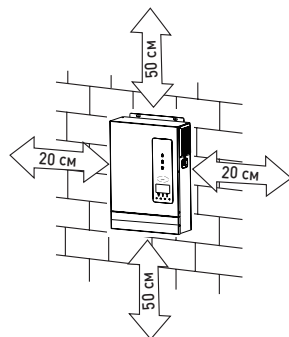

Рис. 6
- переконайтеся, що інші об'єкти та поверхні віддалені від пристрою на відстані, показані на Рис. 6 (це необхідно для відведення тепла та для прокладання проводів).
2. Використовуйте втулковий наконечник для обтискання позитивного та негативного проводів за допомогою спеціального обтискного інструменту (Рис. 6).